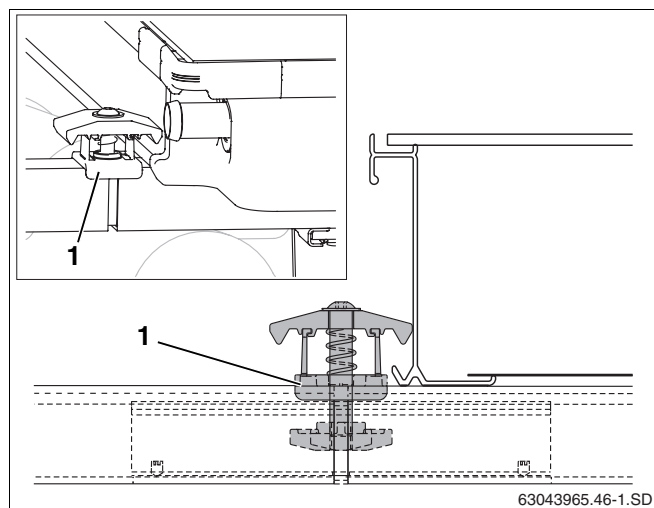

Fig. 45 Montage de la fixation double
- Poser la fixation double avec l'écrou dans l'ouverture du rail profilé de manière à ce que la patte d'écartement en plastique (fig. 45, **pos. 1**) enveloppe le rail profilé.